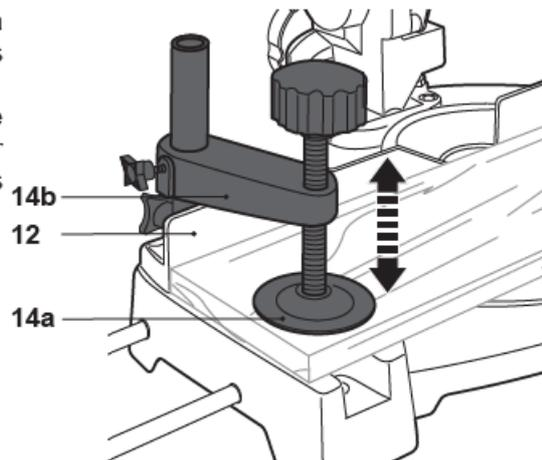

Fig. 26
- > Réglez la plaque [14a] et le support [14b] à la hauteur requise (Fig. 26), puis immobilisez la pièce.